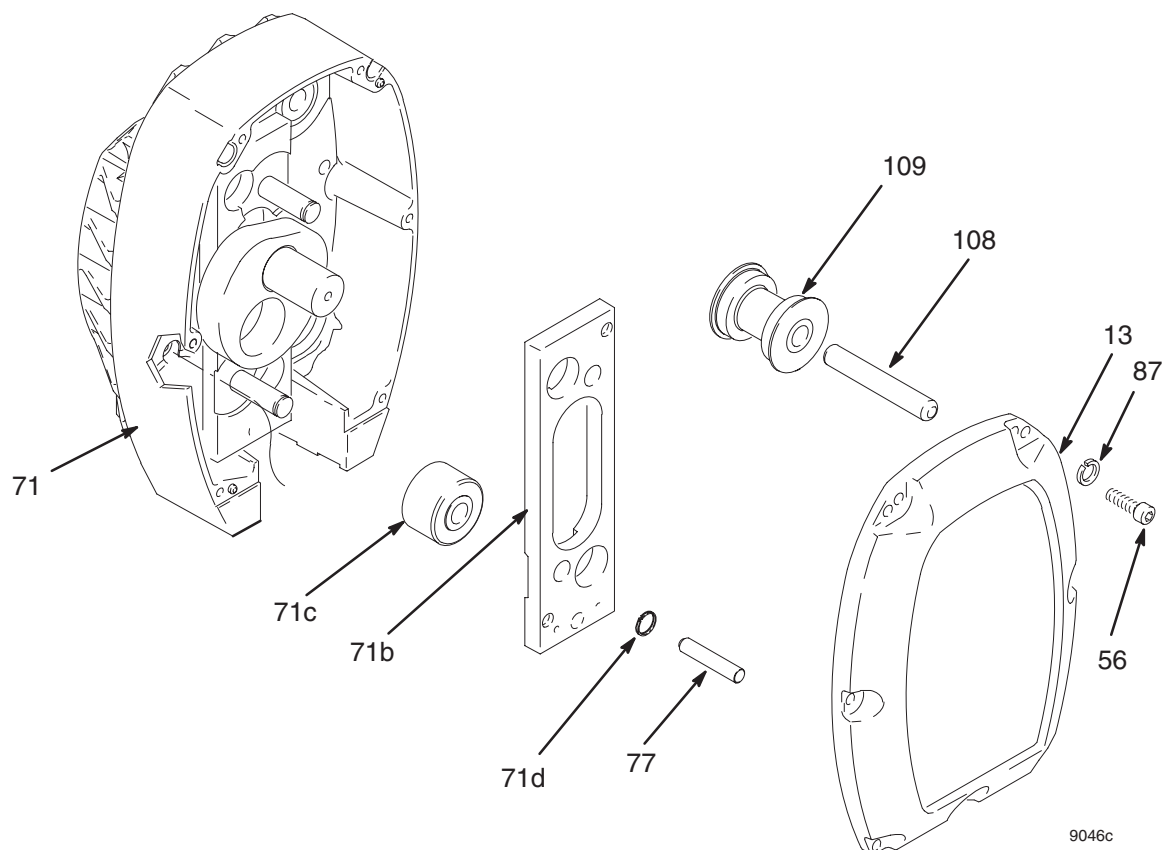

Fig. 5
3. Fig. 5. Enlever les six vis (56), les rondelles d'arrêt (87) et le capot (13).
4. Retirer les quatre goupilles (108) et les rouleaux (109).
5. Chasser la broche (77) de pompe du panneau avant avec un tournevis.